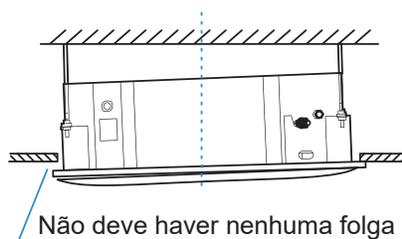

Figura 23
- Não deve haver folga entre o teto e o painel. Consulte a Figura 23.